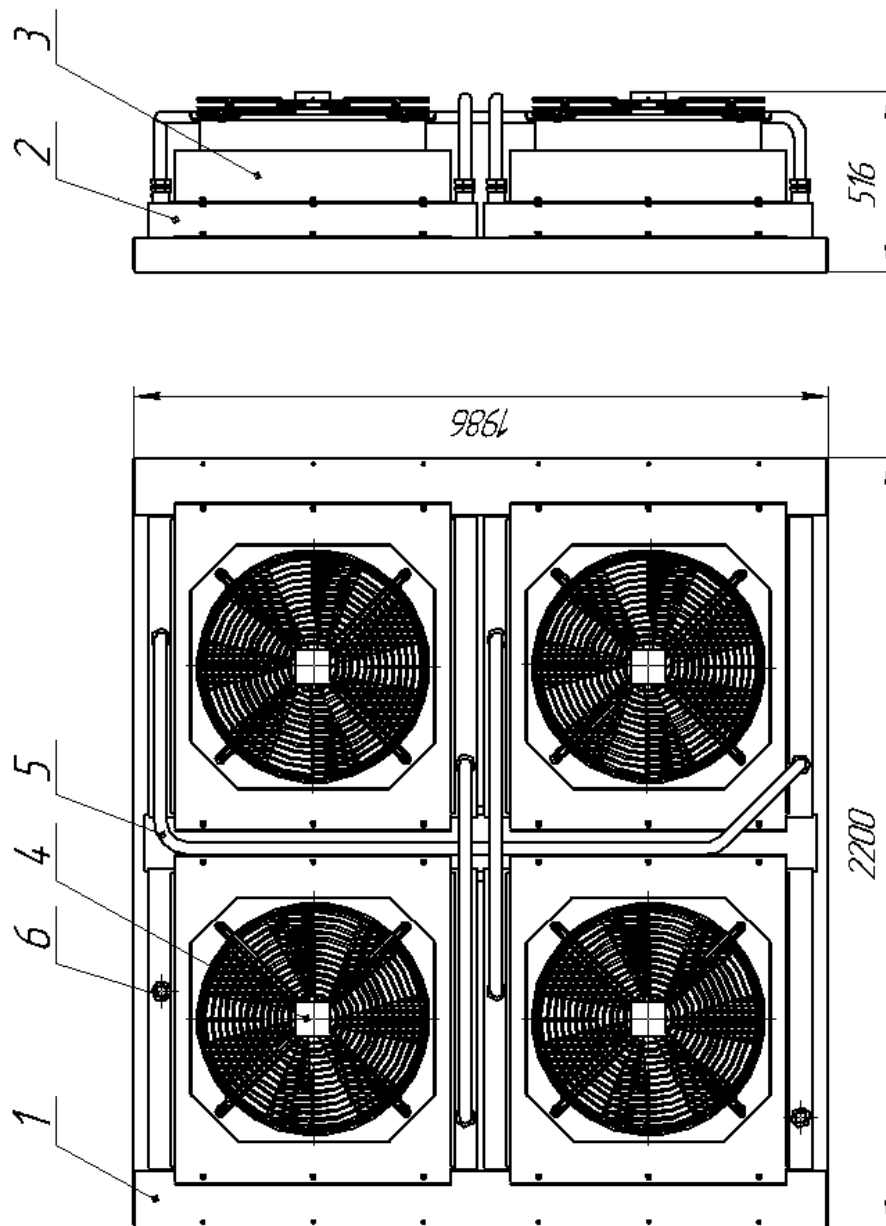

Рисунок 7. Блок охлаждения.
4.1.4 Блок охлаждения (рис. 7) – состоит из охладителя масла, короба и вентилятора. Охладитель односекционный, пластинчатого типа, выполнен из алюминиевого сплава. Служит для охлаждения масла.